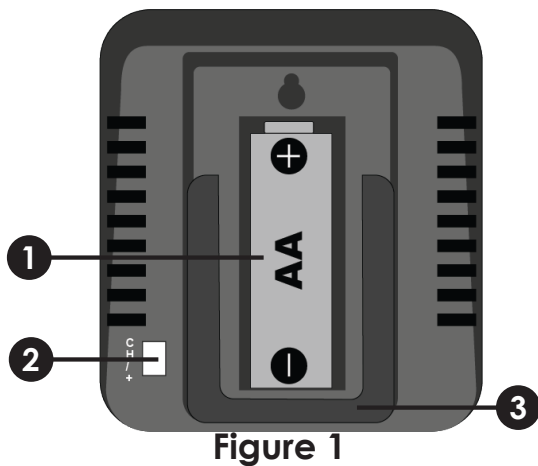

Figure 1
1. Retirez le couvercle du compartiment à piles à l'arrière de la station de base, comme illustré à la **Figure 1 ci-dessous**.
1. Appuyez sur le bouton [CH/+] à l'arrière de la station de base du thermomètre pour voir les températures des différentes sondes. (**Voir la figure 1**)